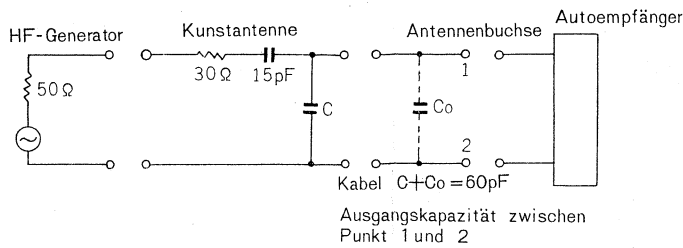

Abb. 10
| ① | HF-GENERATOR.....Der Ausgang des HF-Generators ist mittels einer Kunstantenne nach Abb. 10 mit der Antennenbuchse des Empfängers zu verbinden. Die Meßinstrumente sind so einzustellen, daß am Röhrenvoltmeter ein Maximum abzulesen ist. (Außer bei L14). | Den höheren Frequenzen zu | 455kHz | Kern von L14 herausdrehen und danach T10, T11, T12 und T13 abgleichen |